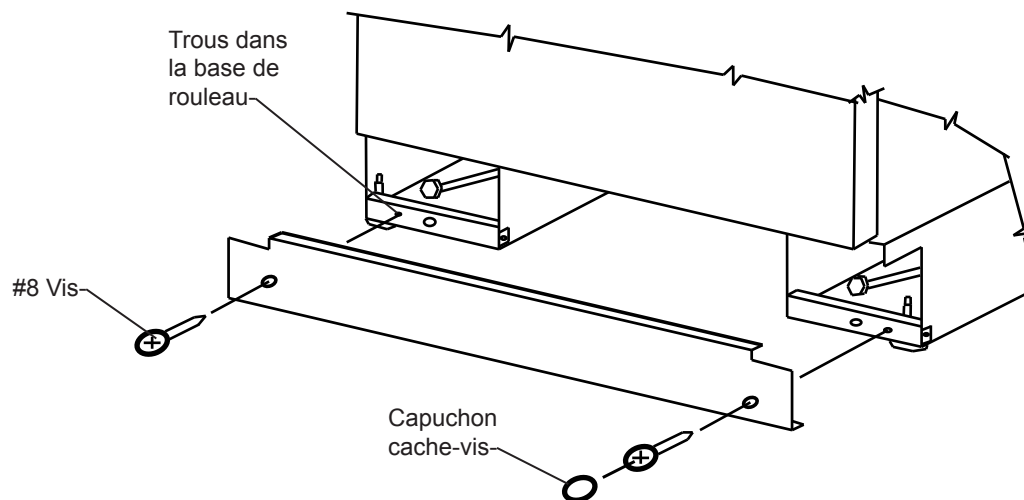

Figure 31
Utilisez deux (2) vis de tôle #8 (fournies) pour faciliter le maintien en place de la plaque de plinthe. Montez les vis dans les trous de la base à rouleau. Cachez les têtes de vis avec les capuchons fournis (Voyez la Figure 31).